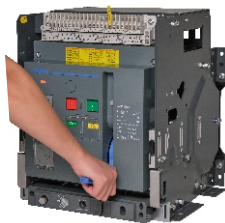

图45 手动操作
7.6.2.1 手动储能：储能时，如图45所示将储能手柄上下反复扳动6~7次，直到听到“咔嗒”声，当手感觉不到反力，储能指示同时显示“”，储能结束。